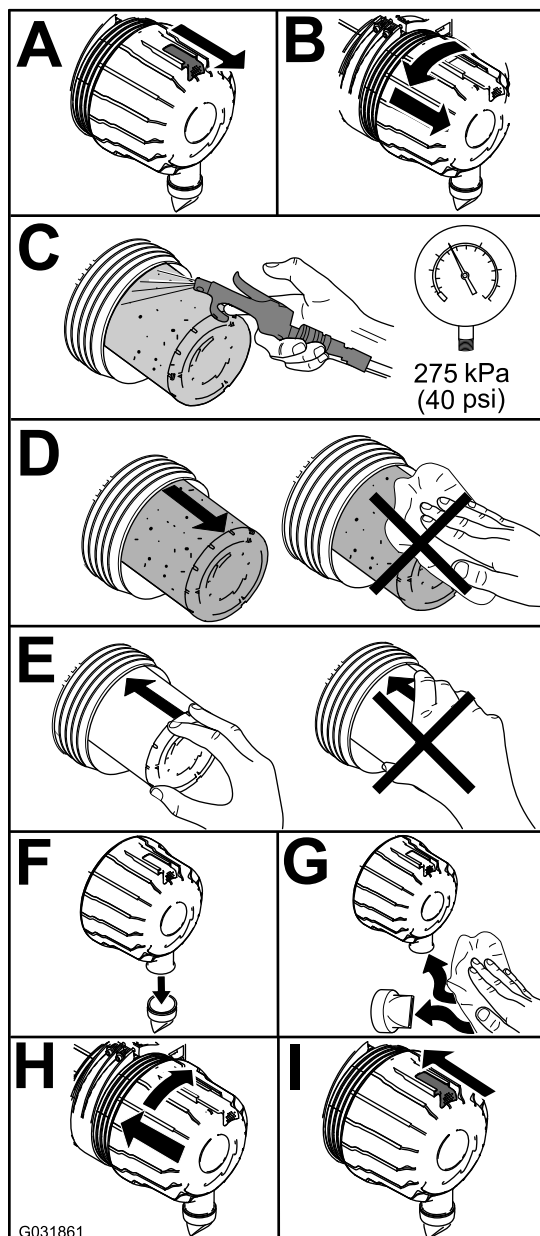

Figure 57
1. Remplacez le filtre à air (Figure 57).